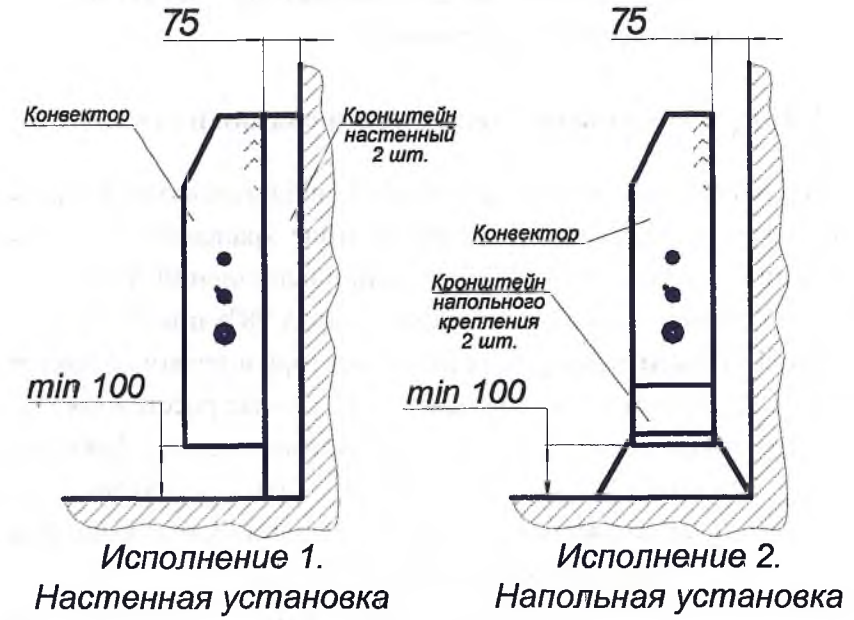

Рис.2
4.3. Прикрепить кронштейны к стене. При напольном креплении установить конвектор на напольные кронштейны и прикрепить их к полу. Рекомендуемая схема установки приведена на рис.2.
4.7. Устанавливать конвектор рекомендуется на высоте не менее 100мм от уровня пола и на расстоянии 75-80мм от стены, смотри рис.2.